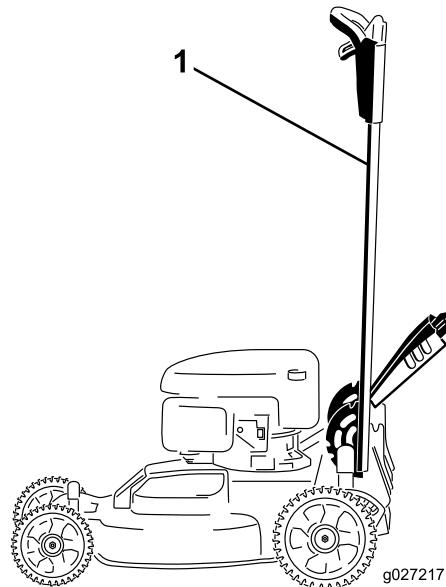

Figura 40
1. Bloquee el manillar en la posición vertical (Figura 40); consulte Ajuste de la altura del manillar \(página 12\).